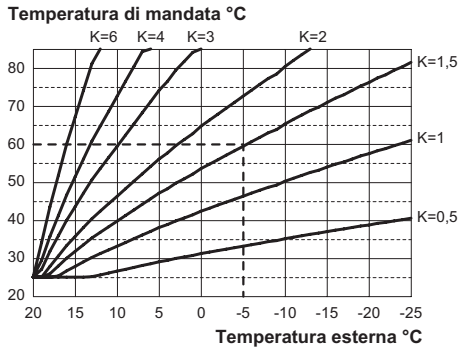

Figura 5.43
Se alla caldaia **È COLLEGATO** il comando remoto (opzionale) riferirsi alla Figura 5.43. In questo caso il settaggio del coefficiente K deve essere fatto da remoto.
mento dell'impianto di riscaldamento per ottimizzare la temperatura di mandata (Figura 5.43).
Es. Per avere una temperatura di mandata all'impianto di riscaldamento di 60°C con una esterna di -5°C si deve settare un K di 1,5 (linea tratteggiata in Figura 5.43).
- Utilizzando i tasti 16 o 17 è possibile modificare il valore del parametro 15 da un minimo di **01** ad un massimo di **60** in base alla curva scelta del coefficiente K in Figura 5.43 (il valore letto sul display corrisponde a valori decimali di coefficienti K).